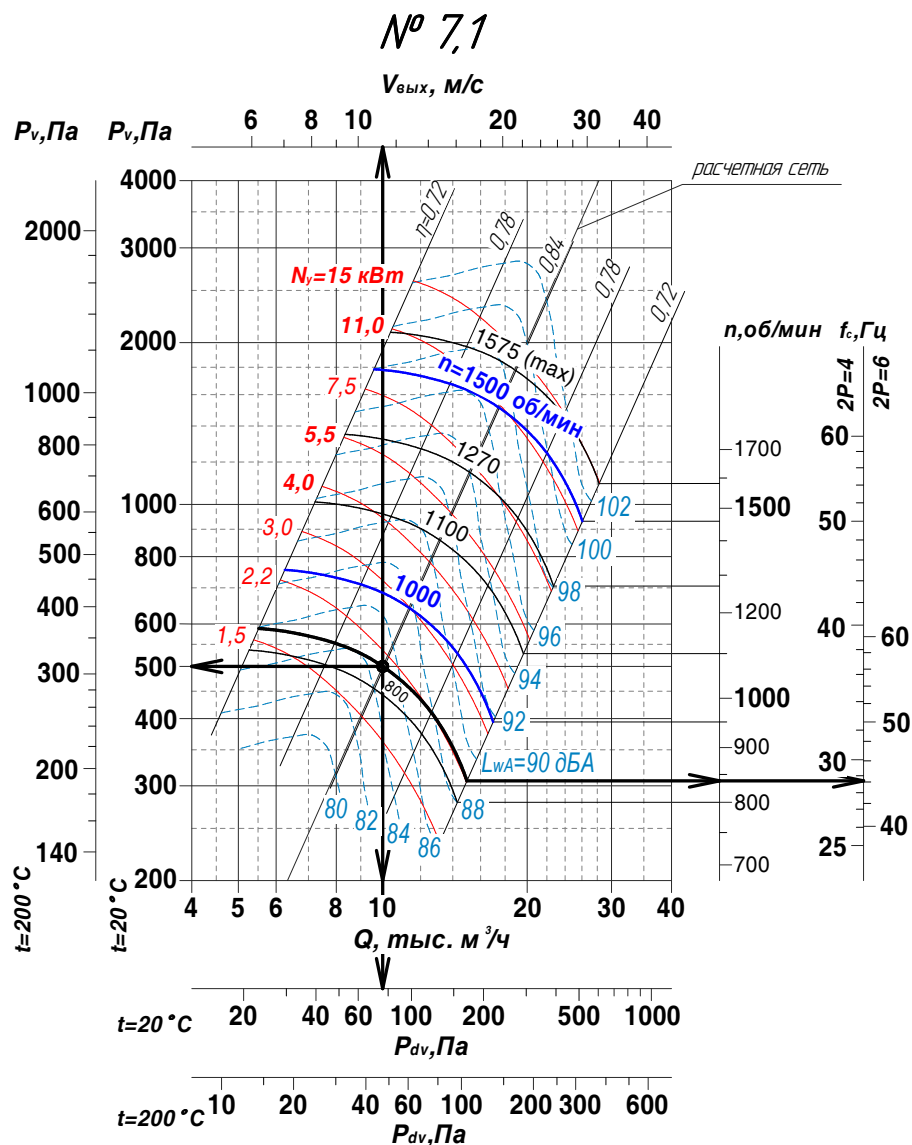

Рис.32 – Аэродинамическая характеристика BP 85-77-7,1
- 2) на графиках индивидуальных характеристик (рис.32) проводим через рабочую точку линию аэродинамической характеристики расчетной сети, параллельно линиям КПД. Определяем из графика, что на вентиляторе BP 85-77-7,1 (рис.32) данная сеть пересекает характеристику вентилятора при  $\eta = 0,84$ . На других вентиляторах: BP 85-77-6,3 – при  $\eta = 0,8$ , BP 85-77-8 - при  $\eta = 0,81$ , BP 280-46-6,3 - при  $\eta = 0,72$ . Как видно, в данной сети с наибольшим КПД и минимумом потребляемой энергии будет работать вентилятор BP 85-77-7,1;